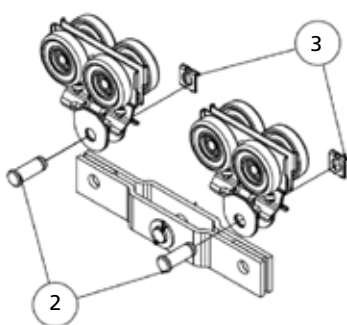

fig.61
3. Inserire la staffa di collegamento nelle piastrine dei carrelli. (fig. 61)
4. Rimontare i perni 2 e rimettere in sede i fermi 1. (fig. 61)